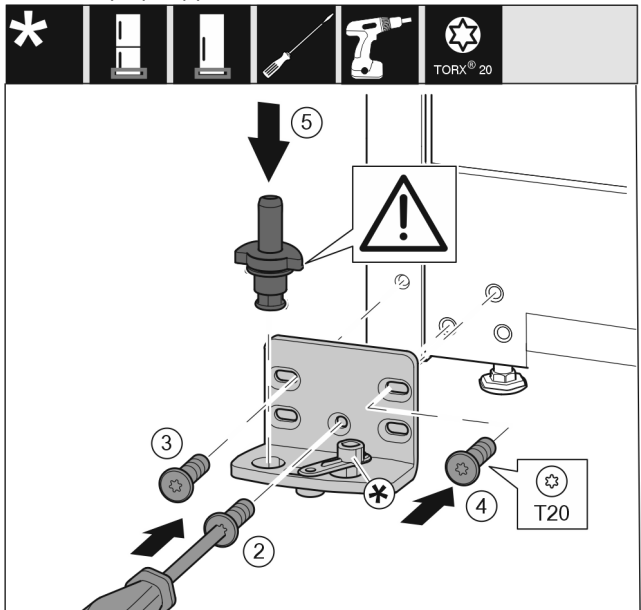

Fig. 31
- Встановіть опорний кронштейн з іншого боку та прикрутіть його за допомогою викрутки. Почніть із гвинта Fig. 31 (2), що розташований знизу посередині.
- Закрутіть гвинт Fig. 31 (3) і гвинт Fig. 31 (4).
- Повністю вставте опорний гвинт Fig. 31 (5). При цьому виступ фіксатора повинен бути спрямований назад.